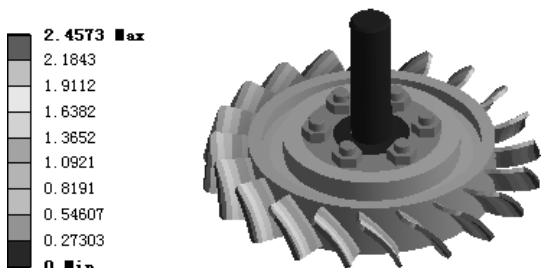

图 7.6.13 位移变形结果图解
(3) 查看位移结果图解。在“Outline”窗口中选中  Total Deformation，查看图 7.6.13 所示的位移变形结果，其最大位移为 2.4573mm。